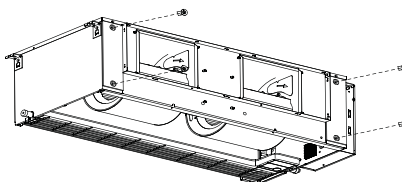

Рис. 36
2. Отверните 4 болта и 2 винта крепления передней панели (см. рис. 36). Будьте осторожны – передняя панель может упасть вниз.